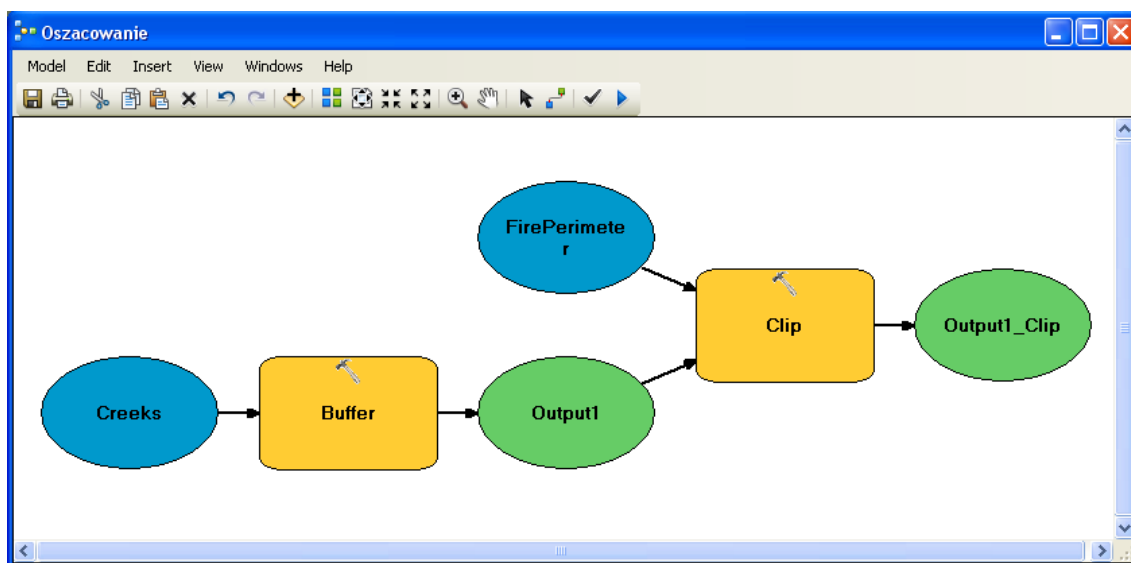

Fig. 14. Okno modelu z utworzonym modelem
8.3. W oknie modelu uruchom narzędzie *Wybierz (Select)* , a następnie kliknij na białej przestrzeni, aby odznaczyć proces *Clip* (Fig. 14).
W poprzednim ćwiczeniu, aby osiągnąć efekty geoprzetwarzania takie jak w modelu (Fig. 14), uruchamialiśmy każde narzędzie ręcznie z jego okna dialogowego. Obecnie procesy są ze sobą połączone w kolejności zgodnej z diagramem pracy (Fig. 2). Po